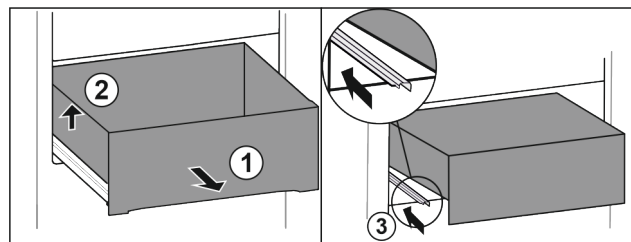

Fig. 77
▶ Schubfach bis zum Anschlag herausziehen. Fig. 77 (1)
▶ Schubfach links anheben. Fig. 77 (2)
▶ Linke Schiene einschieben. Fig. 77 (3)